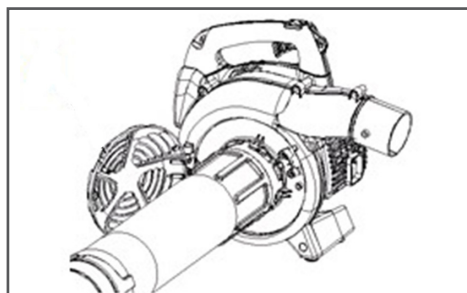

Рис. 7 Установка всасывающих труб
3. Открыть крышку вентилятора 1 (Рис. 7) и установить всасывающую трубу D на устройство.